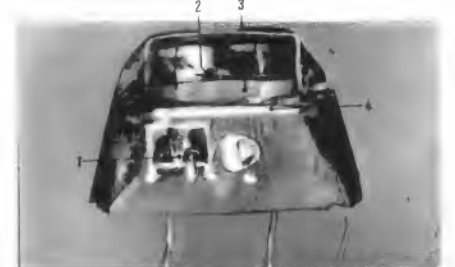

Bild 3. Der angeschliffene Modulbaustein; 1 = Vorstufentransistor, 2 = Leistungstransistor, 3 = Kupfergrundplatte, 4 = Kühlblech
wurde er mit Hilfe einer Karborundum-Schleifscheibe vorsichtig angeschliffen. Bild 3 zeigt das Ergebnis. Im Unterteil ist ein kleiner Vorstufentransistor 1 freigelegt worden. Die Kuppe des Moduls wird von einem Leistungstransistor 2 gebildet. Er enthält im Innern seines Gehäuses einen etwa 2 mm dicken Kupferkühlklotz von rund 18 mm Durchmesser (3). Außerdem befindet sich darunter nochmals ein Kühlblech 4, das fast den ganzen Querschnitt des Moduls ausfüllt.